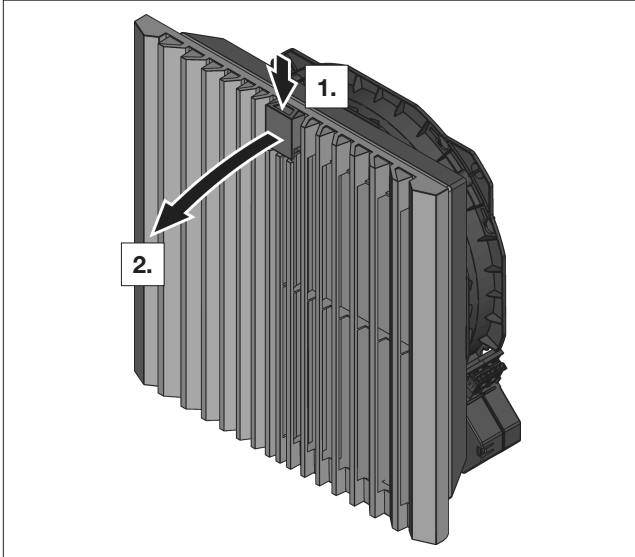

Abb. 17: Entriegeln des Lamellengitters
- Drücken Sie zum Entriegeln des Lamellengitters von oben auf das Funktionslogo (siehe Abb. 17).